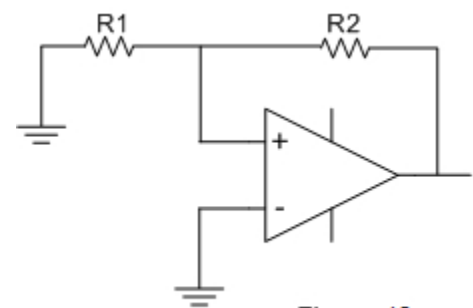

Figura 13
14. O esquema da figura 13 é a representação de um